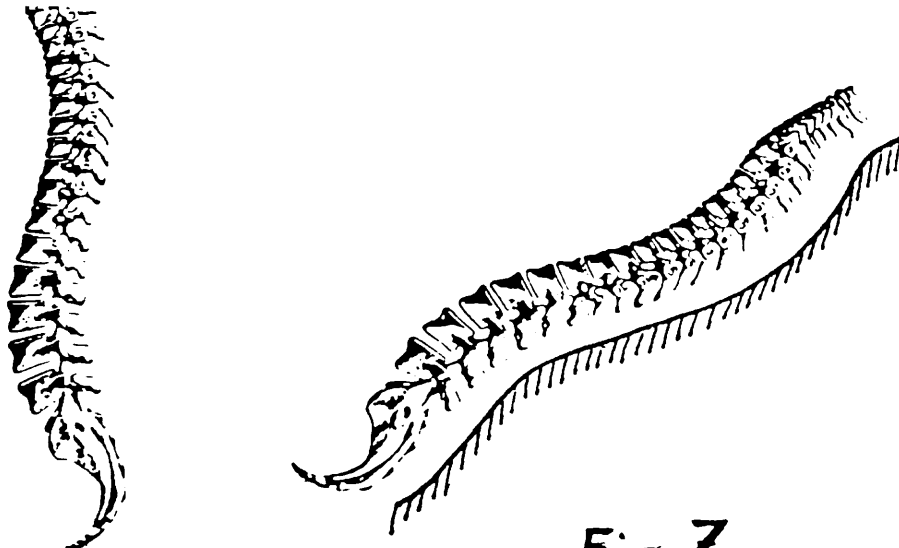

Fig. 7
- il sedile dovrebbe preservare la naturale curvatura della spina dorsale (fig. 7)